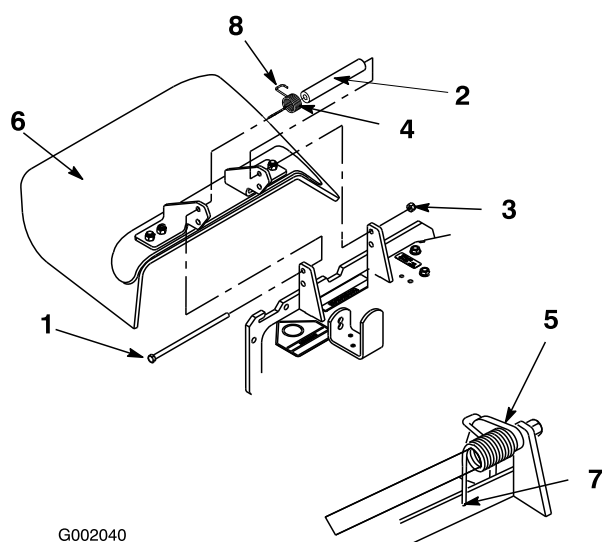

Figure 69
de pivot (Figure 69). Enlevez le déflecteur s'il est endommagé ou usé.
Remarque: Prenez soin de placer l'extrémité en **L** du ressort derrière le bord du plateau avant de mettre le boulon en place, comme indiqué à la Figure 69.
3. Remettez le boulon et l'écrou. Accrochez l'extrémité en **J** du ressort au déflecteur d'herbe (Figure 69).